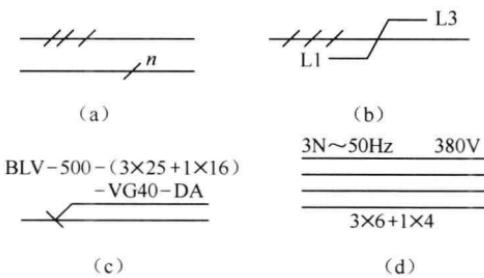

图 1.1 导线表示方法
单根导线可用一般的图线表示。多根导线，可分别画出，也可只画一根图线，但必须加以标志。若导线少于 4 根，可用短划线数量代表根数；若导线多于 4 根，可在短划线旁加数字表示，如图 1.1 (a) 所示。
要表示电路相序的变换、极性的反向、导线的交换等，可采用交换号表示，如图 1.1 (b) 所示。
要表示导线的型号、截面、安装方法等，可采用短划指引线指引，加标导线属性和敷设方法，如图 1.1 (c) 所示。该图表表示导线的型号为 BLV（铝芯塑料绝缘线），其中 3 根截面积为 25mm^2 ，1 根截面积为 16mm^2 ，敷设方法为穿入塑料管 (VG)，塑料管管径为 40mm，沿地板暗敷。
导线特征的表示方法是：横线上面标出电流种类、配电系统、频率和电压等；横线下面标出电路的导线数乘以每根导线截面积 (mm^2)，当导线的截面积不同时，可用“+”将其分开，如图 1.1 (d) 所示。